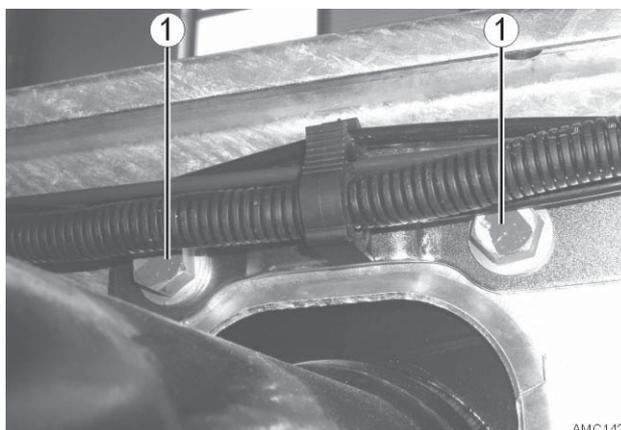

Bild 54
4. Zwei Sechskantschrauben mit Flansch M12x1,5x40 (Bild 54 - 1) aus der oberen Federbalgkonsole heraus-schrauben (Rahmeninnenseite).